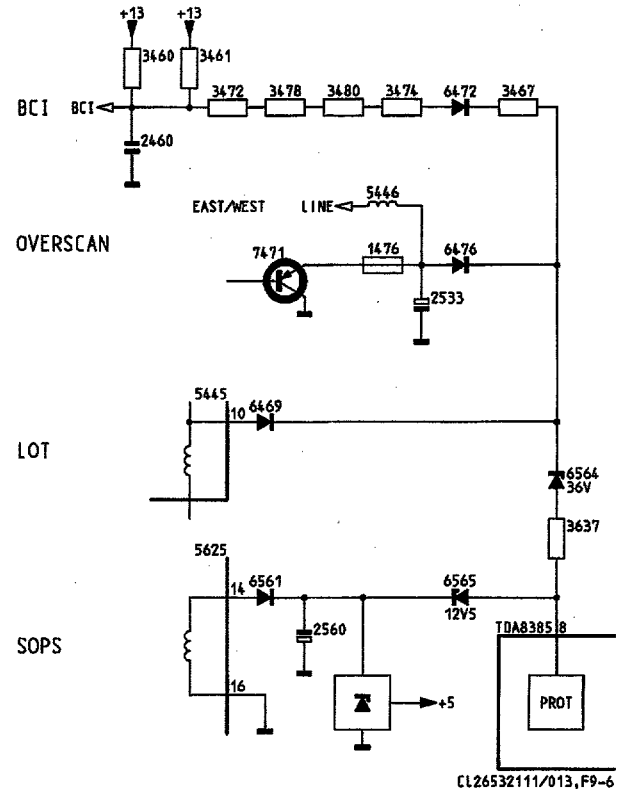

Fig. 9.6
Protección (Fig. 9.6)
9.4 Circuitos protegidos (Fig. 9.6)